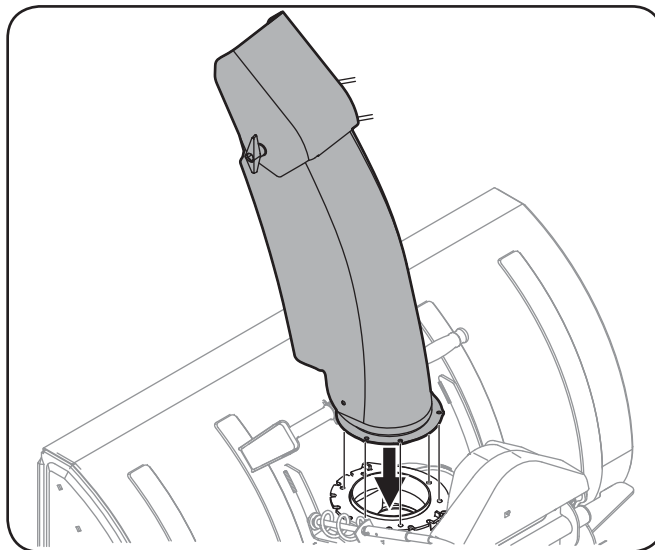

Figure 3-16
3. Installez la goulotte (face vers l'avant) sur la bague. Voir Figure 3-16.